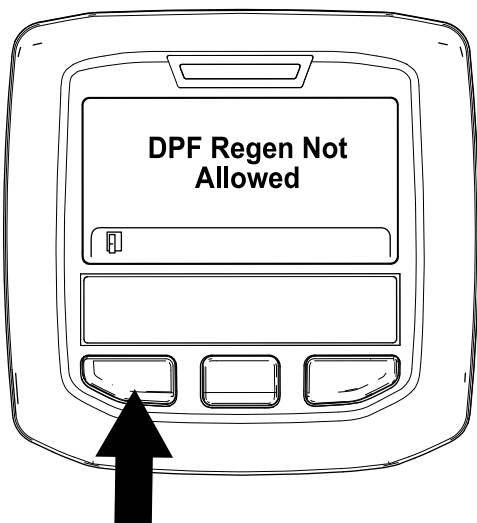

Figura 47
- Si el ordenador del motor no permite el proceso de regeneración, aparece el mensaje “DPF Regen Not Allowed” (Regeneración de DPF no permitida) en el InfoCenter (Figura 47). Pulse el botón de la izquierda para salir a la pantalla de inicio.